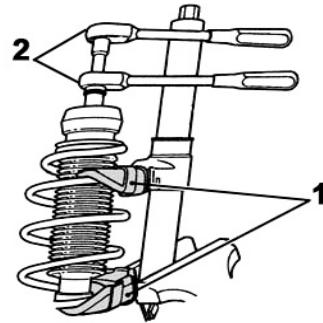
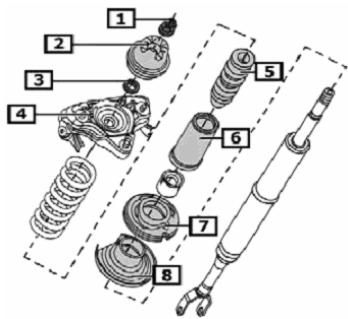

Fig. 3:
Fig. 4:
- **Fig. 3** Federbein in geeignete Haltevorrichtung klemmen.
- Federspanner (1) ansetzen. Feder spannen bis oberer Federteller frei beweglich ist.
- Kolbenstangenmutter mit Spezialwerkzeug (2) entfernen.
- **Fig. 4** Die Original Anbauteile (2 - 8) werden wiederverwendet.
- **Fig. 3** Clamp suspension strut in suitable holding device.
- Apply spring tensioner (1). Pre-tension spring until upper spring cap is freely movable.
- Use special tool (2) to remove piston rod nut.
- **Fig. 4** The original add-on parts (2-8) will be re-used.
- **Fig. 3** Insérer la jambe de force dans un dispositif de support approprié.
- Mettre en place le monte ressort (1). Tendre le ressort jusqu'à ce que la coupelle de ressort supérieure se meuve librement.
- Enlever l'écrou de la tige de piston avec un outil spécial (2).
- **Fig. 4** Réutiliser les composants d'origine (2 - 8).
- **Fig. 3** Aprisionar el amortiguador en un dispositivo de sujeción apropiado.
- Colocar el tensor de muelle (1). Tensar el muelle hasta que el plato de resorte superior pueda moverse libremente.
- Retirar la tuerca del eje del amortiguador con una herramienta especial (2).
- **Fig. 4** Las piezas adicionales originales (2 - 8) vuelven a emplearse.
- **Fig. 4** Performance Federbein mit den Original Anbauteilen (2–8) und Performancefeder bestücken und neue Kolbenstangenmutter (1) mit Spezialwerkzeug festschrauben.
- **Fig. 4** Assemble Performance suspension strut with the original add-on parts (2–8) and Performance spring; use a special tool to tighten new piston rod nut (1).
- **Fig. 4** Monter la jambe de force Performance avec les composants d'origine (2 – 8) et le ressort Performance et visser solidement les nouveaux écrous de tige de piston (1) avec un outil spécial.
- **Fig. 4** Colocar las piezas adicionales originales y el muelle Performance en el amortiguador Performance (2 – 8) y atornillar nuevas tuercas del eje del amortiguador (1) con una herramienta especial.